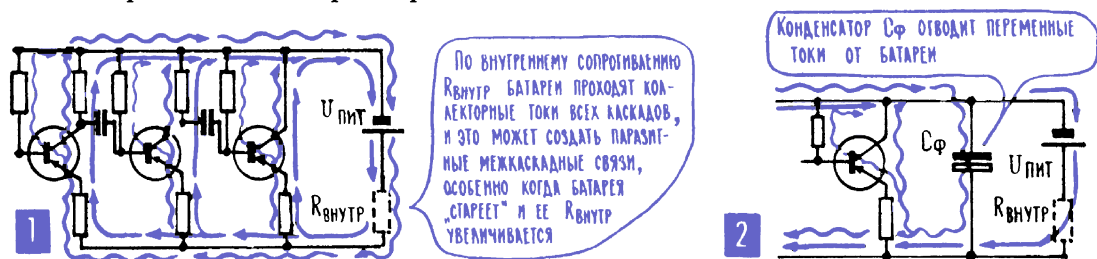

Рис. 12.7. Паразитные связи между каскадами через источник питания
Механизм появления паразитной связи по питанию очень прост. Переменная составляющая какого-либо коллекторного тока проходит по внутреннему сопротивлению источника и создает на нем переменное напряжение, которое неизбежно попадает на коллектор, а через резистор смещения – и на базы других транзисторов (рис. 12.7; 1). Способ борьбы с этой неприятностью тоже несложен – источник питания шунтируют конденсатором C_ϕ (рис. 12.7; 2), через который все переменные составляющие замыкаются беспрепятственно. Кроме того, в цепи включают развязывающие фильтры, задача которых – замкнуть переменную составляющую коллекторного тока на месте, вблизи транзистора, не пустить ее в общие
18. Фазовые сдвиги в усилителе могут привести к возникновению положительной обратной связи, к превращению усилителя в генератор. Помимо тех цепей отрицательной обратной связи, которые вводятся специально, в частности для ослабления нелинейных искажений, могут появиться незапланированные, паразитные цепи обратной связи. Например, через источник питания (рис. 12.7). Или через общие для входа и выхода участки самого транзистора. Или, наконец, через электрические и магнитные поля, которые создаются выходными цепями и наводят сигнал во входных цепях (рис. 12.13).